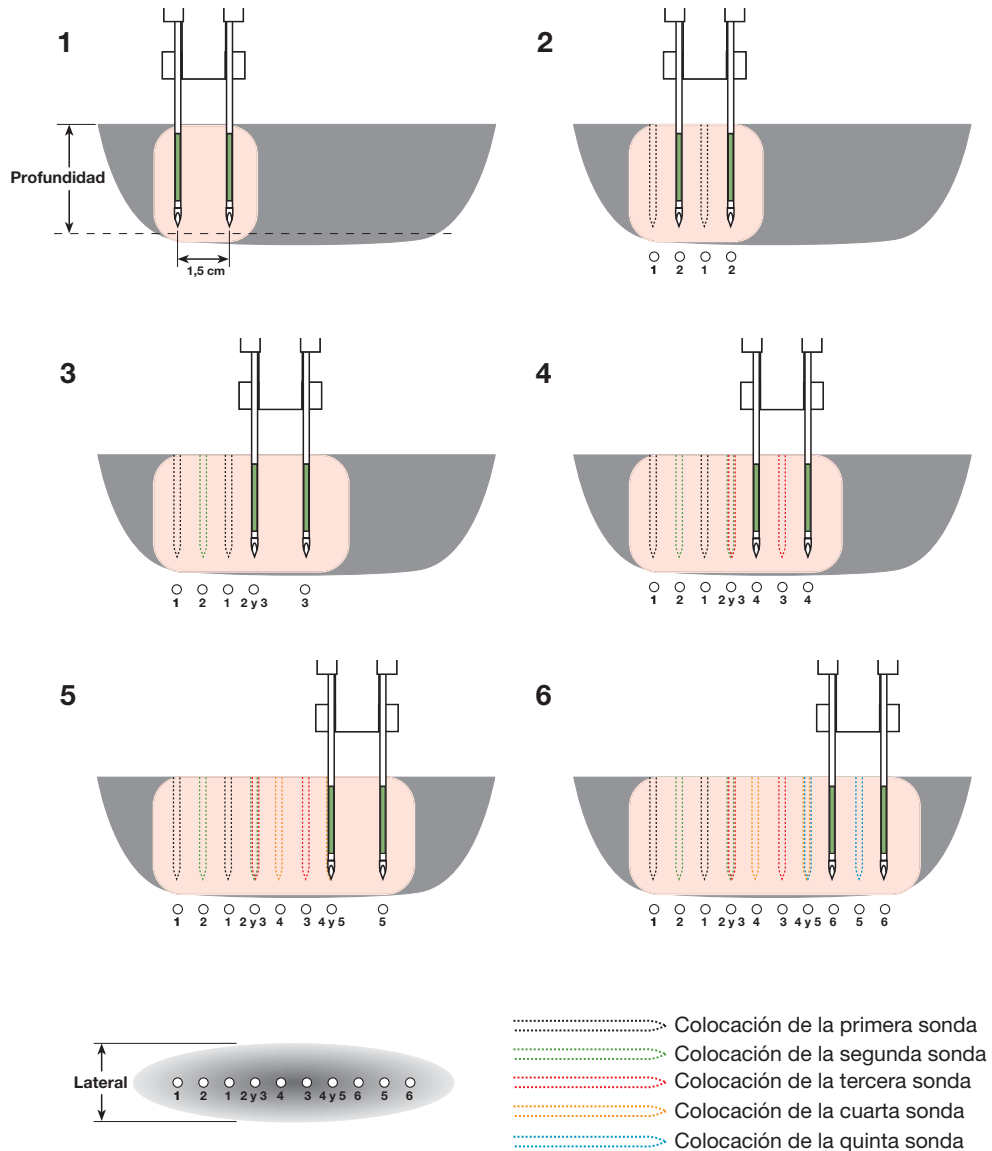

Figura 4-28: Colocación de las sondas en la coagulación planar con dos sondas
3. Inserte dos (2) sondas de ablación NeuWave en la pinza quirúrgica. Utilizar la pinza quirúrgica garantiza un espacio de 1,5 cm entre las sondas, así como también la colocación de las sondas en paralelo.
4. Utilice la Figura 4-28 como guía para la colocación de la sonda. Coloque dos (2) sondas en el tejido objetivo. Esta primera colocación corresponderá a las dos sondas etiquetadas con el número “1” en la Figura 4-28.
Importante: Para todas las inserciones de sondas, asegúrese de que quedan insertadas superando al menos en 1 mm el área dibujada en verde, como se muestra en la Figura 4-28. Si las sondas se insertan a una profundidad menor, puede producirse un error de potencia reflejada.
6. Retire las sondas del tejido objetivo y muévalas linealmente, de forma que una de ellas quede colocada entre las zonas de coagulación creadas al colocar la primera sonda; estas sondas corresponden a las etiquetadas con el número “2” en la Figura 4-28.
8. Retire las sondas del tejido objetivo y muévalas linealmente, de forma que una de ellas quede colocada aproximadamente en el mismo lugar en el que se colocó la sonda anterior, y otra quede colocada en el tejido sin coagular; estas sondas corresponden a las etiquetadas con el número “3” en la Figura 4-28.
10. Use la Figura 4-28 para continuar moviendo las sondas y transmitiendo potencia.
11. La Figura 4-28 muestra una guía de colocación para la inserción de 6 sondas distintas durante el procedimiento. Este mismo modelo puede utilizarse también en los procedimientos que requieren una cantidad adicional de colocaciones.